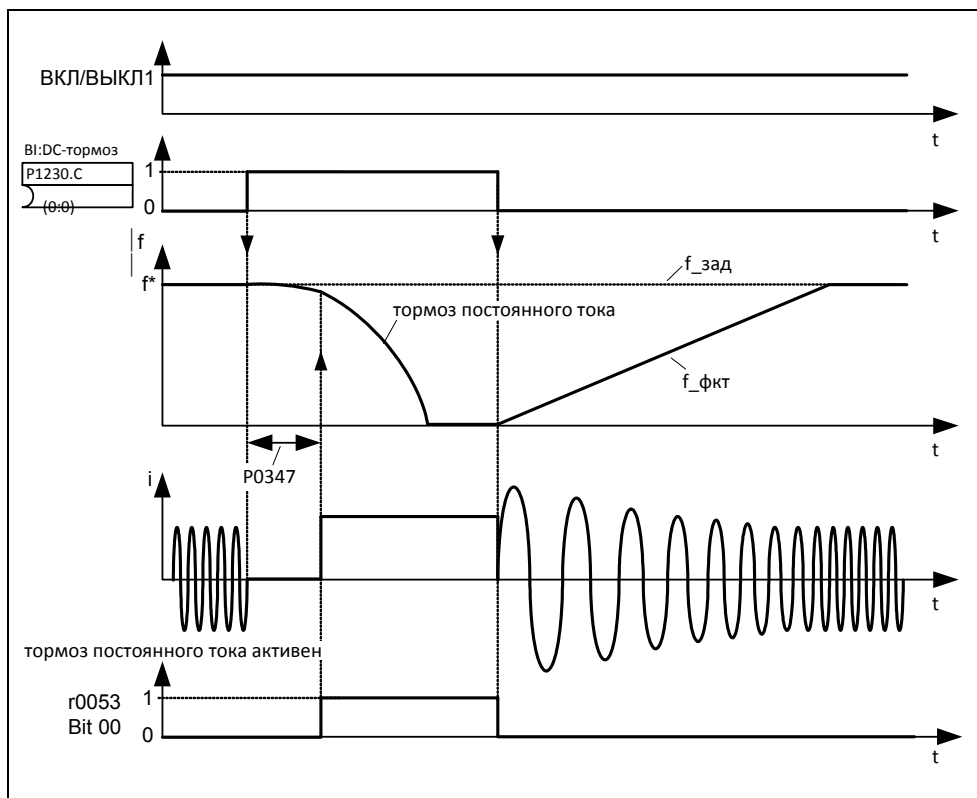

Рис. 3-64 DC-тормоз после выбора с внешнего устройства
1. Разрешение и выбор через ВСО-параметр P1230 (см. рис. 3-64).